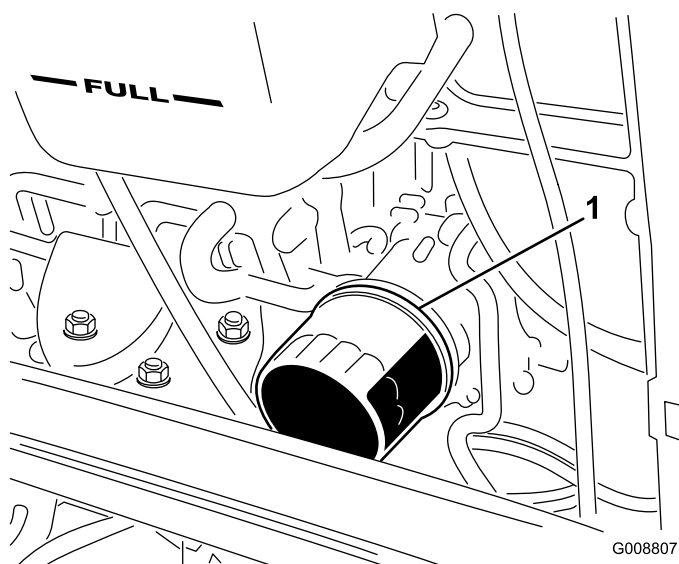

Figure 54
- Déposez le filtre à huile (Figure 54). Appliquez une fine couche d'huile propre sur le joint du filtre de rechange avant de le visser en place. **Ne serrez pas excessivement.**